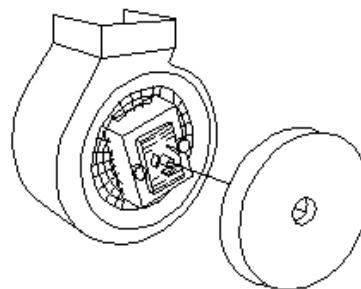

Рис.18
3. Снимите угольный фильтр, который находится внутри вытяжки на корпусе двигателя, с обеих сторон (рис. 18), вращая его против часовой стрелки.